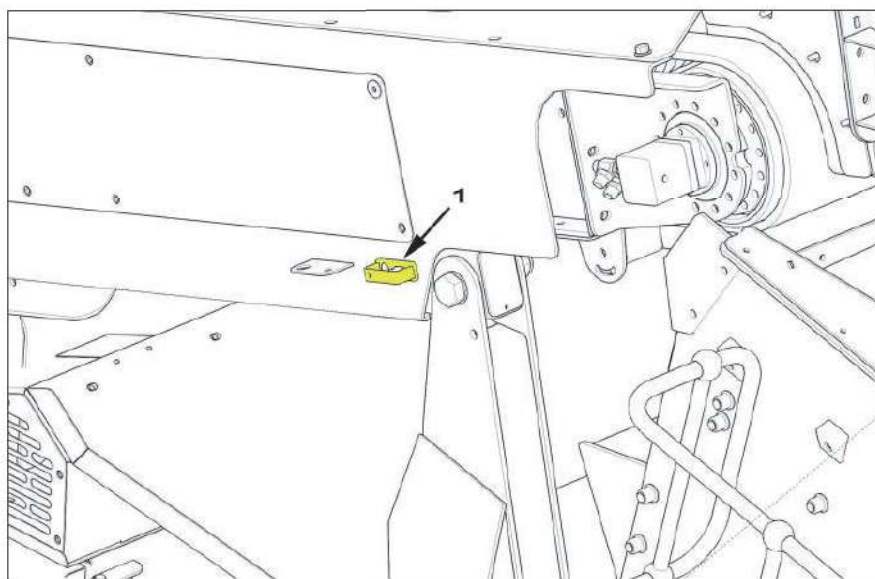

Figure 5.1 - Bedrijfspositie toevoerband
1. Als u de toevoerband naar achteren wilt schuiven voor het transport, dient u eerst de positioneringspen (1) op afb. 5.1 te verwijderen.